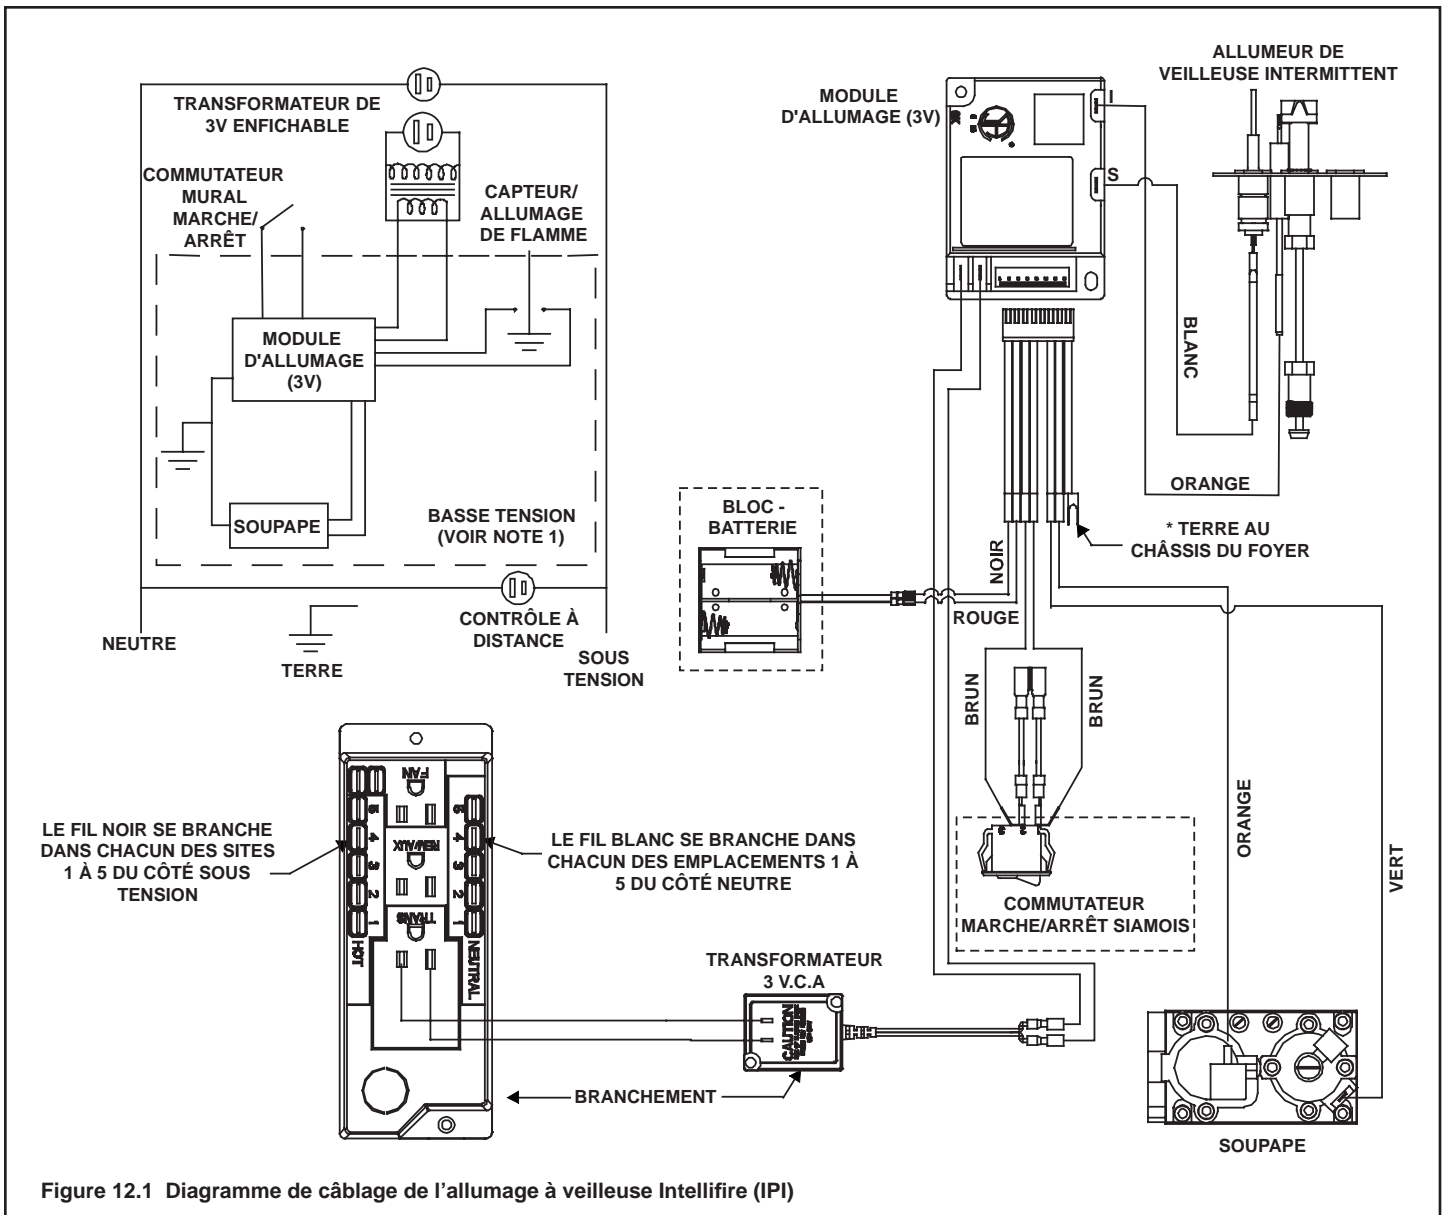

Figure 12.1 Diagramme de câblage de l'allumage à veilleuse Intellifire (IPI)
- Voir les Figure 12.1 Schéma du câblage du système d'allumage Intellifire (IPI).